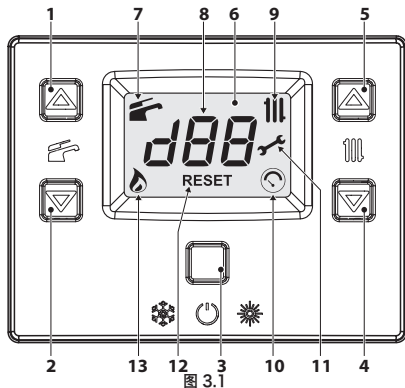

图 3.1
- 按下键 3 (图 3.1) 2 秒，直到 显示屏 出现两个标志。
- 按下键 3 (图 3.1) 2 秒，直到显示屏出现 标志。
使用 4 键（降温）和 5 键（升温）可以在最低约 38° C 至最高约 85° C 之间调整热水的供暖温度 (图 3.1)。首次按下某个键时，会显示“设置”值。第二次按下时，可以修改设置值。
如果感觉环境温度不舒适，可以使用 4 键（降温）和 5 键（升温）增减供暖系统供应温度 ± 15° C (图 3.1)。
使用 1 键（降温）和 2 键（升温）可以在最低约 35° C 至最高约 60° C 之间调整热水的供暖温度 (图 3.1)。首次按下某个键时，会显示“设置”值。第二次按下时，可以修改设置值。